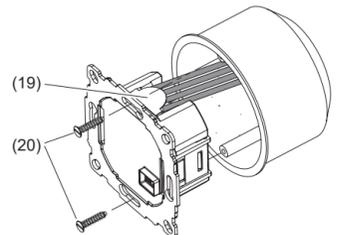

Bild 7: Montage
- Einsatz (7) in der Gerätedose ausrichten und mit Befestigungsschrauben (20) fixieren. Einsatz so montieren, dass die Kunststoffzunge (19) als Isolation zur Befestigungsschraube wirkt (Bild 7).
- Designrahmen (5) aufsetzen und durch Aufstecken des Bedienteils (3) fixieren.